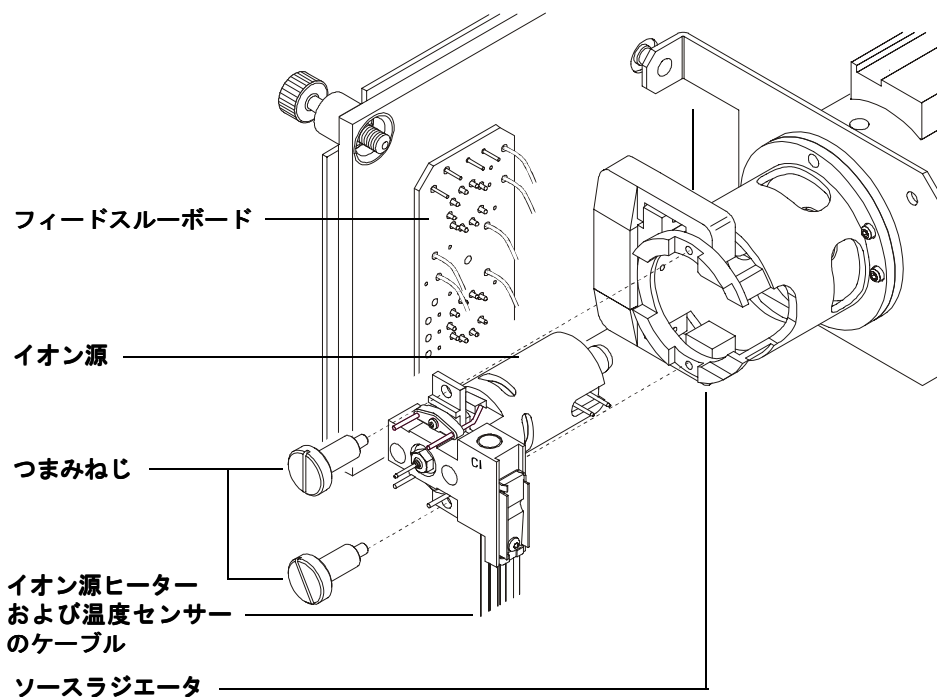

図 32 イオン源の取り外し
- 3 イオン源から出ている 7 本のケーブルを外します。ケーブルを必要以上に曲げないでください (図 32、表 22)。